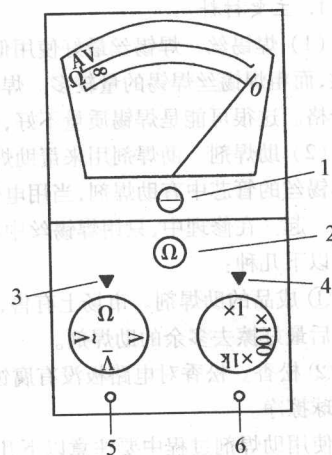

图 1-3 常见万用表的面板示意图
一般万用表只能用来测量电阻、直流电压和直流电流、交流电压。不同万用表的测量功能也是有所不同的。在测量电阻时要使用欧姆挡,在测量直流电压时要使用直流电压挡,在测量直流电流时要使用直流电流挡,在测量交流电压时要用交流电压挡。这些测量功能的转换由专门的转换开关来控制,图 1-3 所示为常见万用表的面板
(1) 使用欧姆挡的注意事项 在使用欧姆挡时主要注意以下几个方面的问题:
① 指针的校零是使用欧姆挡时要注意的一个问题,具体方法是:将红、黑表笔接通,此时指针向右侧偏转,调整有“ Ω ”字母的旋钮,使指针指向零处。应该是在更换不同欧姆挡量程时均要校零一次,要注意用 $R \times 1$ 挡时因校零流过电表的电流比较大,对表内电池的消耗较大,故校零动作要迅速。
② 当 $R \times 1$ 挡不能校到零处时,说明万用表内的一个 1.5V 电池已经没有电了,则要更换这一电池。
③ 万用表的 $R \times 10k$ 挡和其他各量程不共用一个表内电池,用 $R \times 10k$ 挡时表内电池的电压比较高,一般是 6V 或 9V。
④ 万用表黑表笔要接表内电池的正极,红表笔接表内电池的负极,这一点在后面的 PN 结测量中要注意。
⑤ 如图 1-3 所示为欧姆挡的标度盘,指针向右侧偏转时阻值是在减小,指针向左侧偏转时阻值在增大,指针在最右侧时阻值为零,指针在最左侧时阻值为无穷大(表示开路)。
⑥ 使用不同量程时,读数的方法是不同的,当用 $R \times 1$ 挡时,指针指示阻值多大即为多少欧姆;当用 $R \times 100$ 挡时,指针指示的值再乘上 100,单位为 Ω ;当用 $R \times 1k$ 挡时,指针所指示的值的单位直接就是 $k\Omega$;当用 $R \times 10k$ 时,指针所指示的值再乘上 10,单位是 $k\Omega$ 。
⑦ 测量电阻时,红、黑表笔不分。
(2) 使用直流电压和直流电流、交流电压挡的注意事项 在使用直流电压和直流电流、交流电压挡时要注意以下几个方面的问题:
① 要将万用表的测量功能转换开关置于直流电压挡或直流电流挡、交流电压挡上,此时再根据所要测量的电压或电流的大小选择合适量程。
② 测量直流电压、直流电流、交流电压时,要先看一下指针是否在零处,此时指针应在左侧的零处,当指针不在零处时可以调整指针回零螺钉,这一校零与欧姆挡的调零是不同的。
③ 直流电压、直流电流和交流电压挡的标度盘与欧姆挡不同,它的零处在最左侧,表针向右偏转时说明电压或电流在增大。
④ 测量直流电压、直流电流和交流电压时的表针读数方法与欧姆挡的相同,在选择不同量程时要乘上相应的量程值。
⑤ 测量直流电压和直流电流时,红、黑表笔要分清,红表笔接电路中两个测试点的高电位点,黑表笔接低电位点,如若红、黑表笔接反,指针将反方向偏转,这不仅不能读取数值,而且易损坏万用表,所以在测量中要注意这一点。对于测量交流电压而言,红、黑表笔不分。
⑥ 测量电压时,直接将红、黑表笔接在所要测量的两个测试点之间,电压测量是并联测量。当测量流过电路中某一点的电流时,要将该点断开,将红、黑表笔串联在其中(断开后的两点,高电位点接红表笔,低电位点接黑表笔)。测量电压或电流时,要给电路通电。
(3) 万用表使用注意事项 除上述需要注意的外,万用表在使用过程中还要注意以下几点: